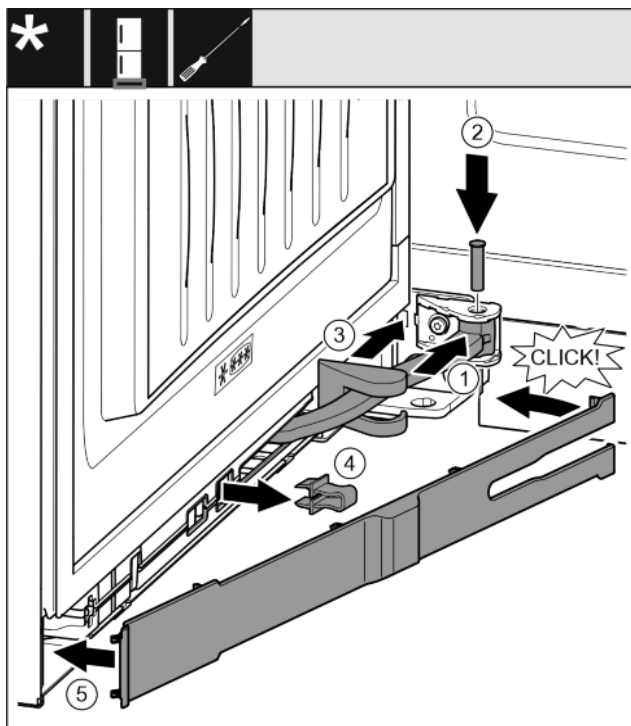

Fig. 37
- ▶ Scharnier in de ophanging draaien. Fig. 37 (1)
- ▶ Bout met een schroevendraaier T15 in ophanging en scharnier plaatsen. Opletten dat hierbij de vergrendelnok correct in de groef zit. *Fig. 37 (2)*
- ▶ Afdekking van de lagerbus langs het scharnier schuiven en over de ophanging monteren. *Fig. 37 (3)*
- ▶ Borging verwijderen. *Fig. 37 (4)*
- ▶ Paneel aan de kant van de greep aanbrengen en naar binnen draaien. *Fig. 37 (5)*